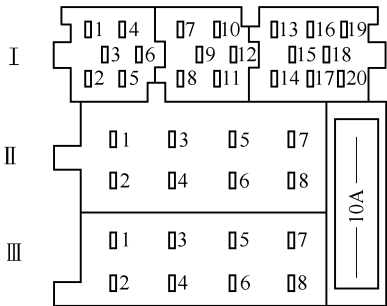

图 5-5-7 收音机后部的端子分布
2) 收音机后部插头 I、II、III 的端子分布, 如图 5-5-7 所示。